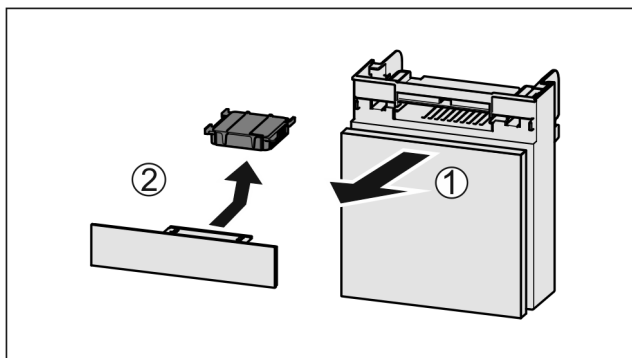

Fig. 116
- ▶ Estrarre il vano tirando in avanti Fig. 116 (1).
- ▶ Rimuovere il filtro a carboni attivi Fig. 116 (2).